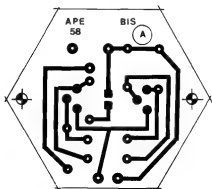

Fig. 3
**- FIG. 3 - LAY OUT DO CIRCUITO IMPRESSO ESPECÍFICO (EMISSOR) -** Sem muito "segredo", devido à grande simplicidade do padrão cobreado (poucos componentes e reduzi-das interligações...), a figura mostra, em tamanho natural, a placa do MÓ-DULO EMISSOR (A), com ilhas e pistas claramente marcadas (recomenda-se o uso de decalques na traçagem, para maior elegância e precisão...). Observar a forma final sugerida, hexagonal, facilitando a acomodação num container redondo (ver OPCIO-NAIS/DIVERSOS na LISTA DE PEÇAS...). Nada impede, contudo, que o Leitor/Hobbysta, tendo optado por caixa quadrada ou retangular, faça o "recorte" final da placa também numa forma quadrangular... Julgamos, porém, mais elegante, prático e funcional, o formato geral redondo (para a caixa) e hexagonal (para a placa), facilitando inclusive a centragem e cali-bração ótica do sistema, alinhamentos de sensores e emissores de I.V. com as respectivas lentes, etc.